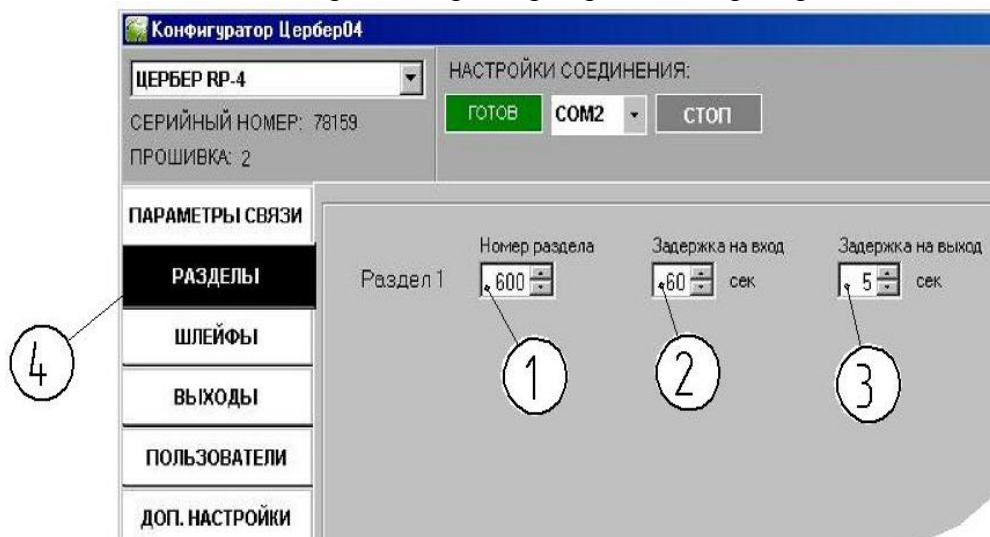

Рис. 7.
11. Кнопка перехода в меню для работы с параметрами разделов прибора. В данном меню необходимо установить объектовый номер прибора, установить различные временные задержки распространяющиеся на раздел в целом. Внешний вид меню представлен на Рис. 7.